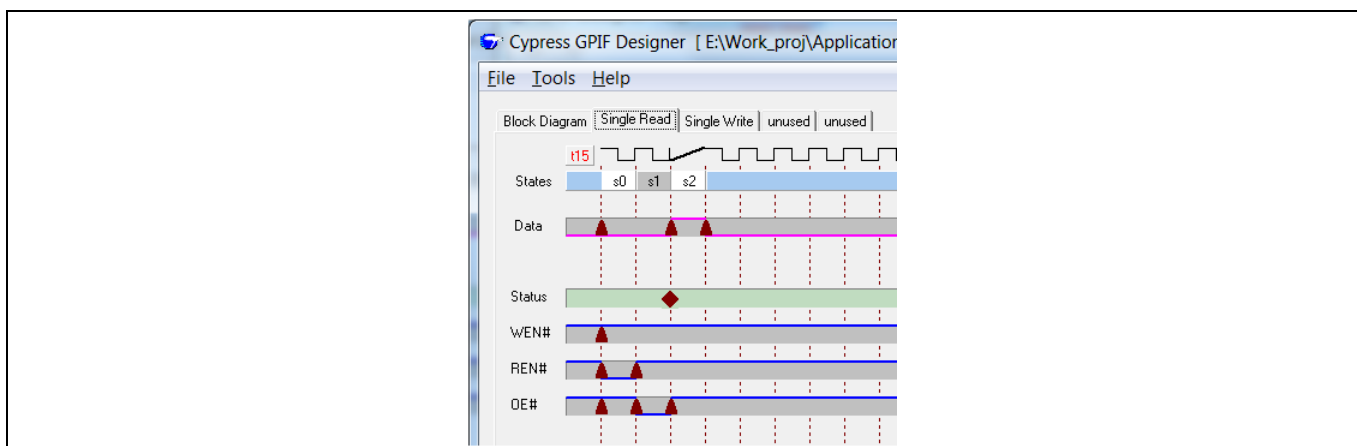

Figure 51 最終のシングルワードの読み出し波形
- 最後に、もう 1 つの調整を行わなければなりません。データは S2 の間にサンプリングする (読み出す) 必要があります。データをサンプリングするために、Data バンドで S2 の始まりと終わりにアクション点を置きます。これが「Single Read」タブであるため、HIGH レベルが Data バンドの制御よりはむしろサンプリングに対応します。最終のシングルワードの読み出し波形は Figure 51 のようになります。